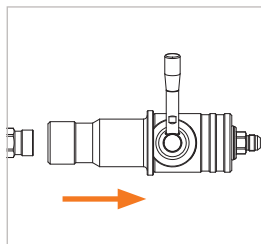

Figure 6
- ▶ Soulevez légèrement le flexible du nozzle de ravitaillement et retirez le nozzle de ravitaillement du réceptacle (Figure 6).